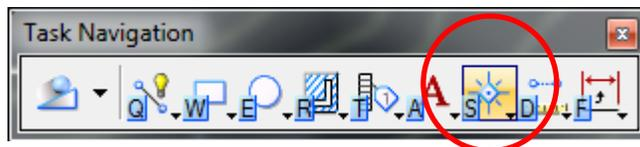

Figura 28. Botón Place Active Cell
7. Para capturar un elemento tipo punto se da click en el botón **Place Active Cell**, se ubica el elemento en DAT/EM con su respectiva altura y se captura. (Ver Figura 28).